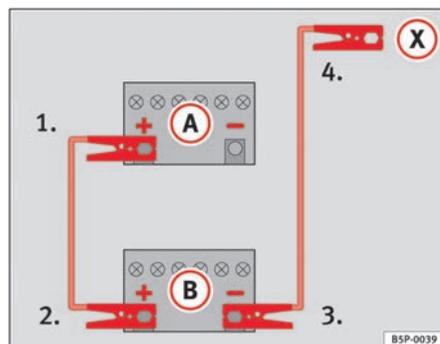

Fig. 203 Schéma de branchement des câbles de démarrage
Sur la ⇒ fig. 203, la batterie déchargée est repérée par la lettre **A** et la batterie fournissant le courant par la lettre **B**.
- 1. Raccordez une extrémité du câble de démarrage ⇒ fig. 203 rouge à la borne positive **(+)** du véhicule dont la batterie est déchargée ⇒ .